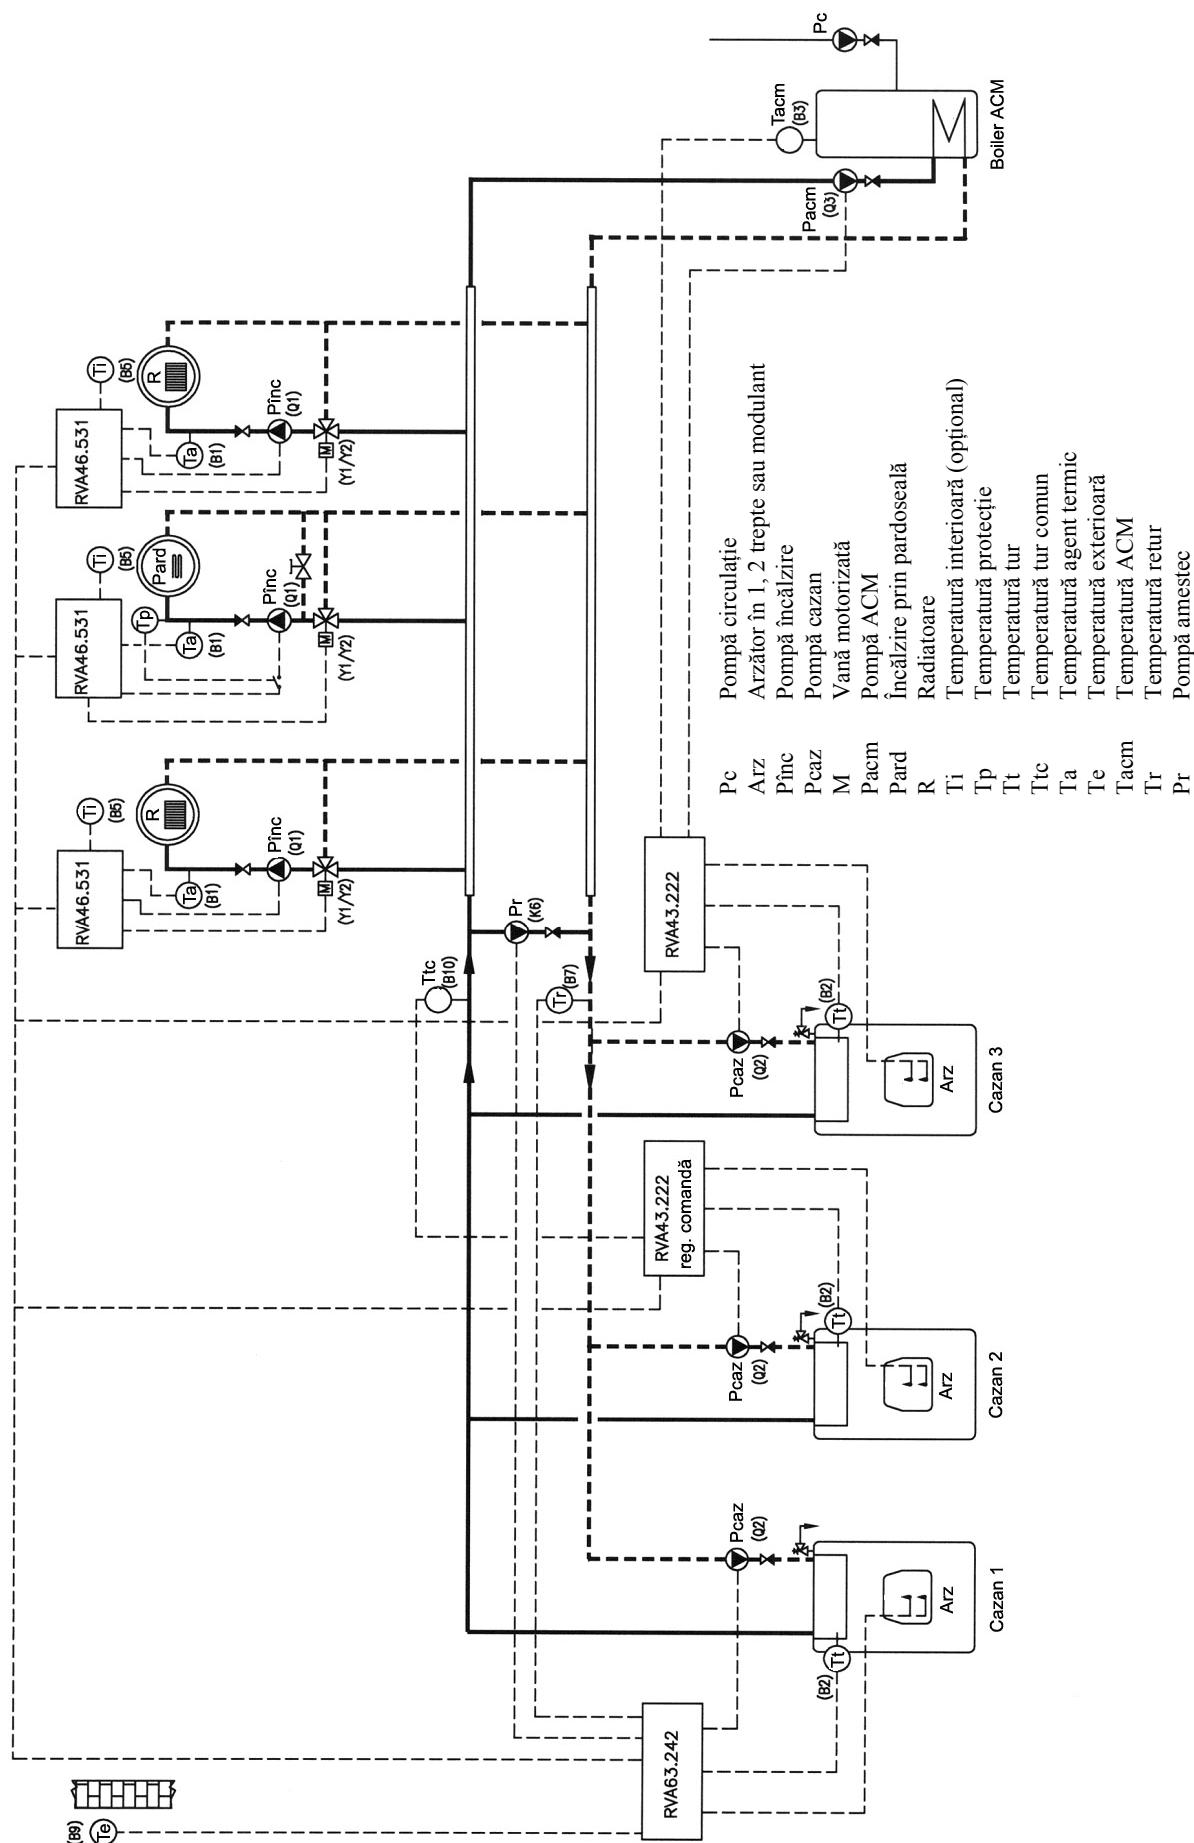

Fig. 3.13.
3.13. Trei cazane, trei circuite de încălzire, ACM, pompă de recirculare comună (Fig. 3.13.) GAE-REG-7